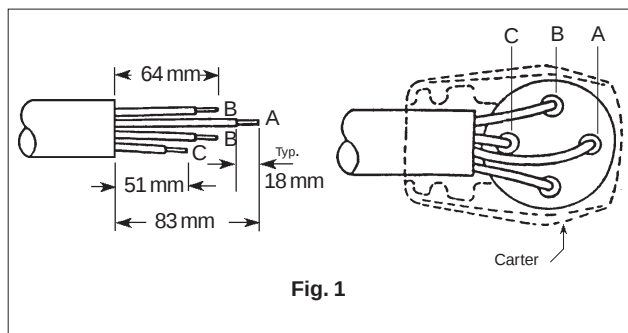

Fig. 1
- Dénuder le cordon de sa gaine et les conducteurs de leur isolant tel qu'illustré à la figure 1. Noter que cet arrangement de lames peut être placé dans l'une ou l'autre de 4 positions en faisant pivoter l'ensemble de contacts dans le carter. Ceci déterminera la longueur de chaque fil selon leur couleur. Torsader l'ensemble des brins de chaque conducteur. NE PAS ÉTAMER LES CONDUCTEURS